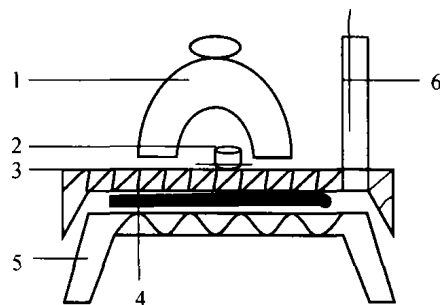
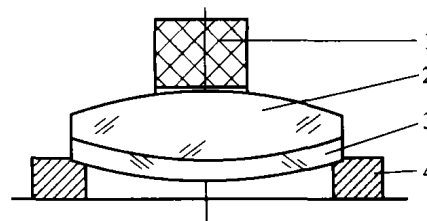

图1
图3
1. 高温拆胶。使用1000W电炉5(见图1),在电炉炉面上覆盖一块石棉板4和约5mm厚的铝板3,并插一支100~250℃的温度计6。拆胶前光学零件表面应清洗干净,放在厚为0.05~0.1mm的铝片上,置于电炉中央并盖一玻璃罩1,将电炉通电升温至170~200℃,在此温度下观察零件胶合面上的脱胶程度,如整个胶合面呈现花纹或网状条纹时,表示两零件已脱开,可用四五层预热的棉布包住零件,将零件搓挤便可使零件分开,然后将拆开的光学零件逐渐冷却,必须待冷却至室温时方可用酒精清洗废胶层。
1. 热胶法。将待胶合零件严格清洗干净后,放在电炉中央(电炉与图1相同),与电炉接触通常是应该凹面镜片的凹面向上,在镜片下面放一环形垫圈4,如图3所示。图中1为软木块,软木块给胶合零件加压并且不易损伤镜片,其大小应该视零件的大小适当选择;2、3为胶合零件(2为凸透镜,3为凹
2. 冷胶法。将待胶合零件清洗干净后,与图3相同的安放方法,加注胶液数滴,用软木压挤使胶合层的气泡排出,把胶合零件连同环形垫圈一起放入恒温箱中,温度控制在 $50\sim 60^{\circ}\text{C}$ ,烘 $6\sim 9\text{h}$ 待胶液烘干即可。冷胶法对大面积零件的胶合和带有刻划线零件的胶合最为适宜。